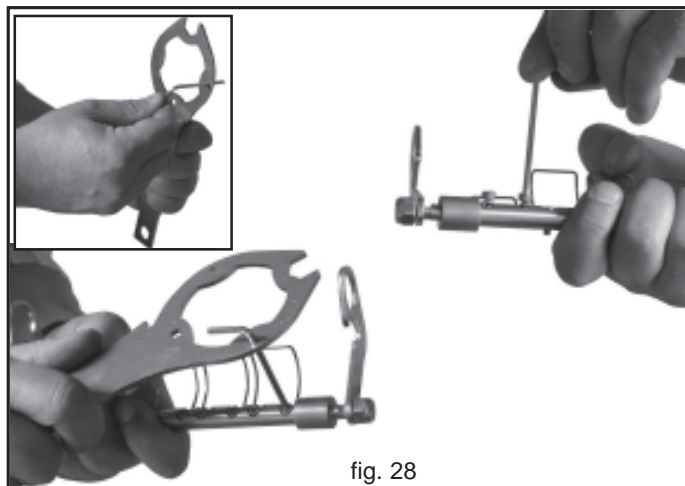

fig. 28
- 5) Utiliser la clé à usage multiple en dotation et une clé alan' (nr. 3) pour desserrer les vis de blocage des éléments élastiques, comme indiqué en Figure 28.